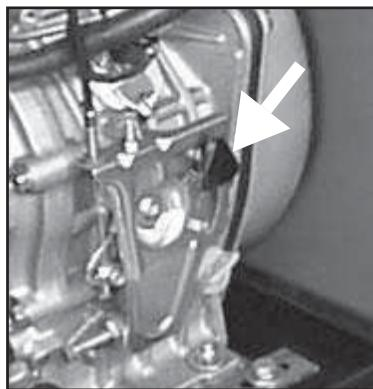

Fig. 7
- 2) Versjon Motor Yanmar: still gasskontrollen som sitter på motoren (se fig. 7) i høy posisjon; vent til motoren er helt slått av; still nøkkelen i posisjon "OFF".